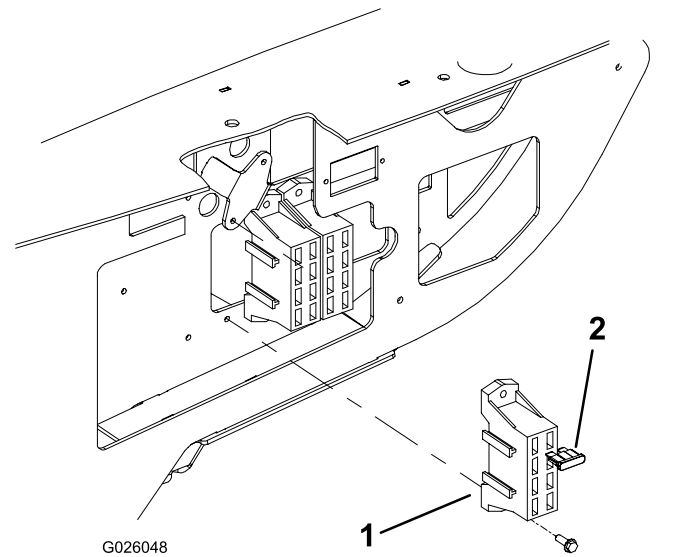

Figura 3
2. Montate il portafusibili accanto al portafusibili preesistente con 2 viti (n. 8 x 1/2") come illustrato nella Figura 3.